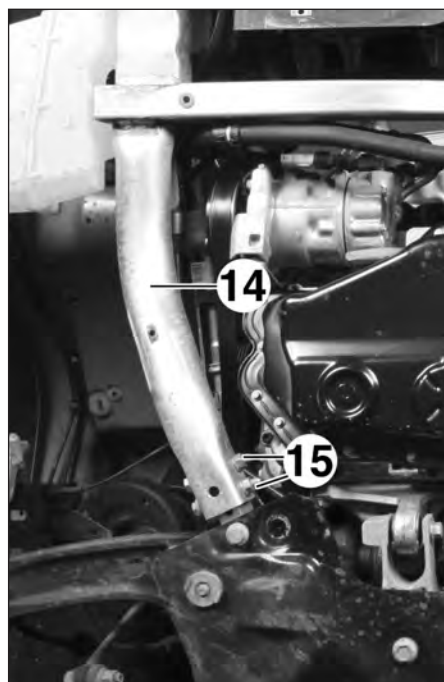

FIG.14
- les boulons arrière (15) du cadre avant (14) (Fig.14).